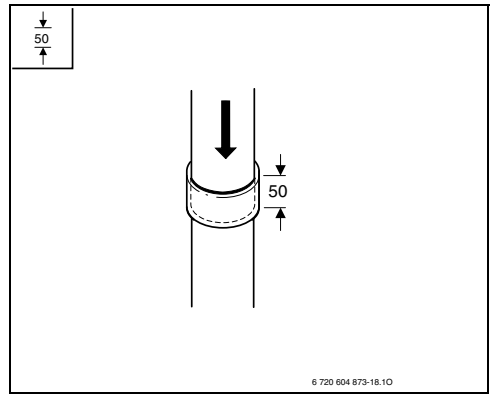

Fig. 26
- ▶ Empujar los accesorios de los gases de combustión hasta el apoyo (aquí: 50 mm de profundidad del encaje), (Fig. 26).